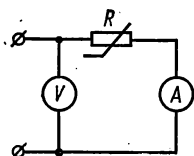

Рис. 2.35
1. Расчет нелинейных цепей обычно производится графическим методом. Для этого необходимо иметь в. а. х. всех резисторов, которые могут быть получены опытным путем по схеме рис. 2.35.
2. Собрать цепь (рис. 2.35) и показать ее преподавателю для проверки.